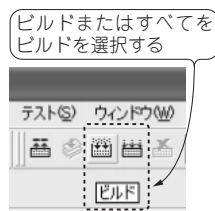

図5 ビルドの実行
- (3) 図5のようにビルド(コンパイル, アセンブル, リンク)します。